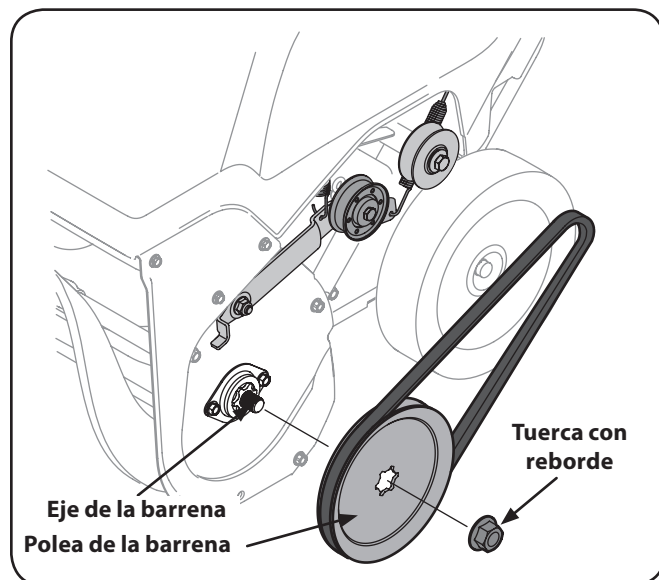

Figura 7-2
5. Extraiga la tuerca de brida que sujeta la polea de la barrena al eje de la barrena. Vea la Figura 7-2.